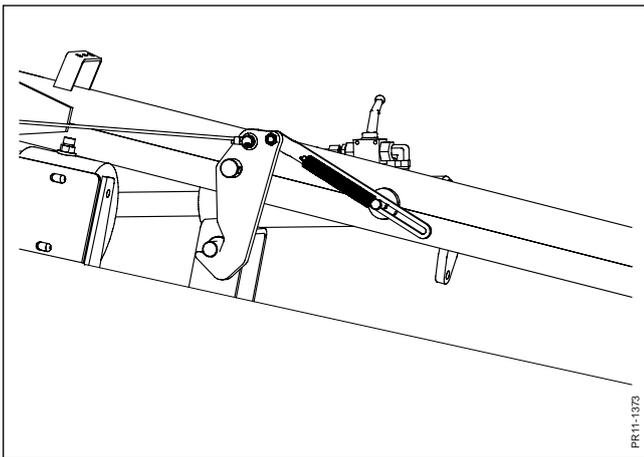

Fig. 3-3
- Fig. 3-3** Controllare che il gancio di trasporto sia a posto prima di andare su strada. Il cilindro Easy Lift non deve essere completamente abbassato durante il trasporto.